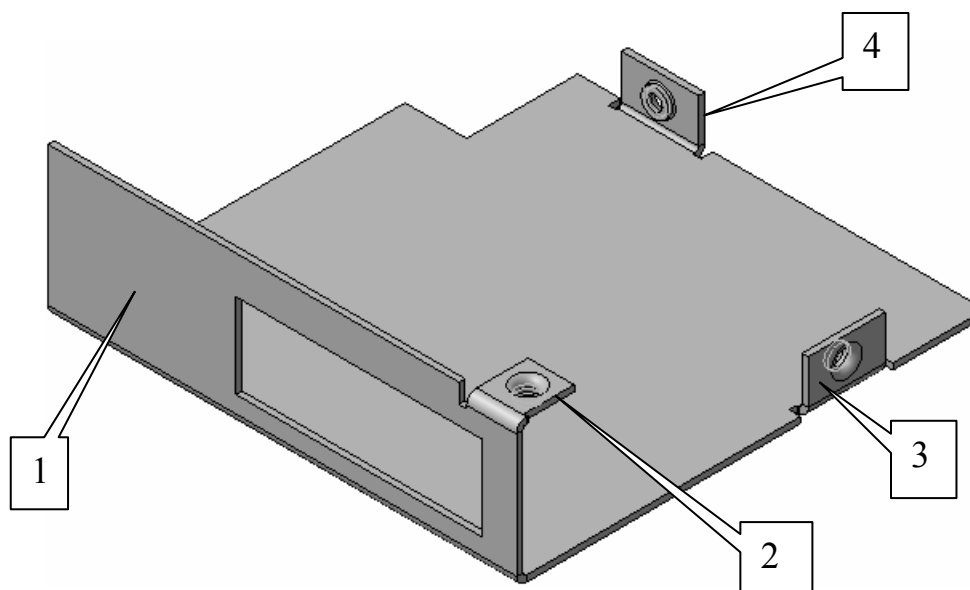
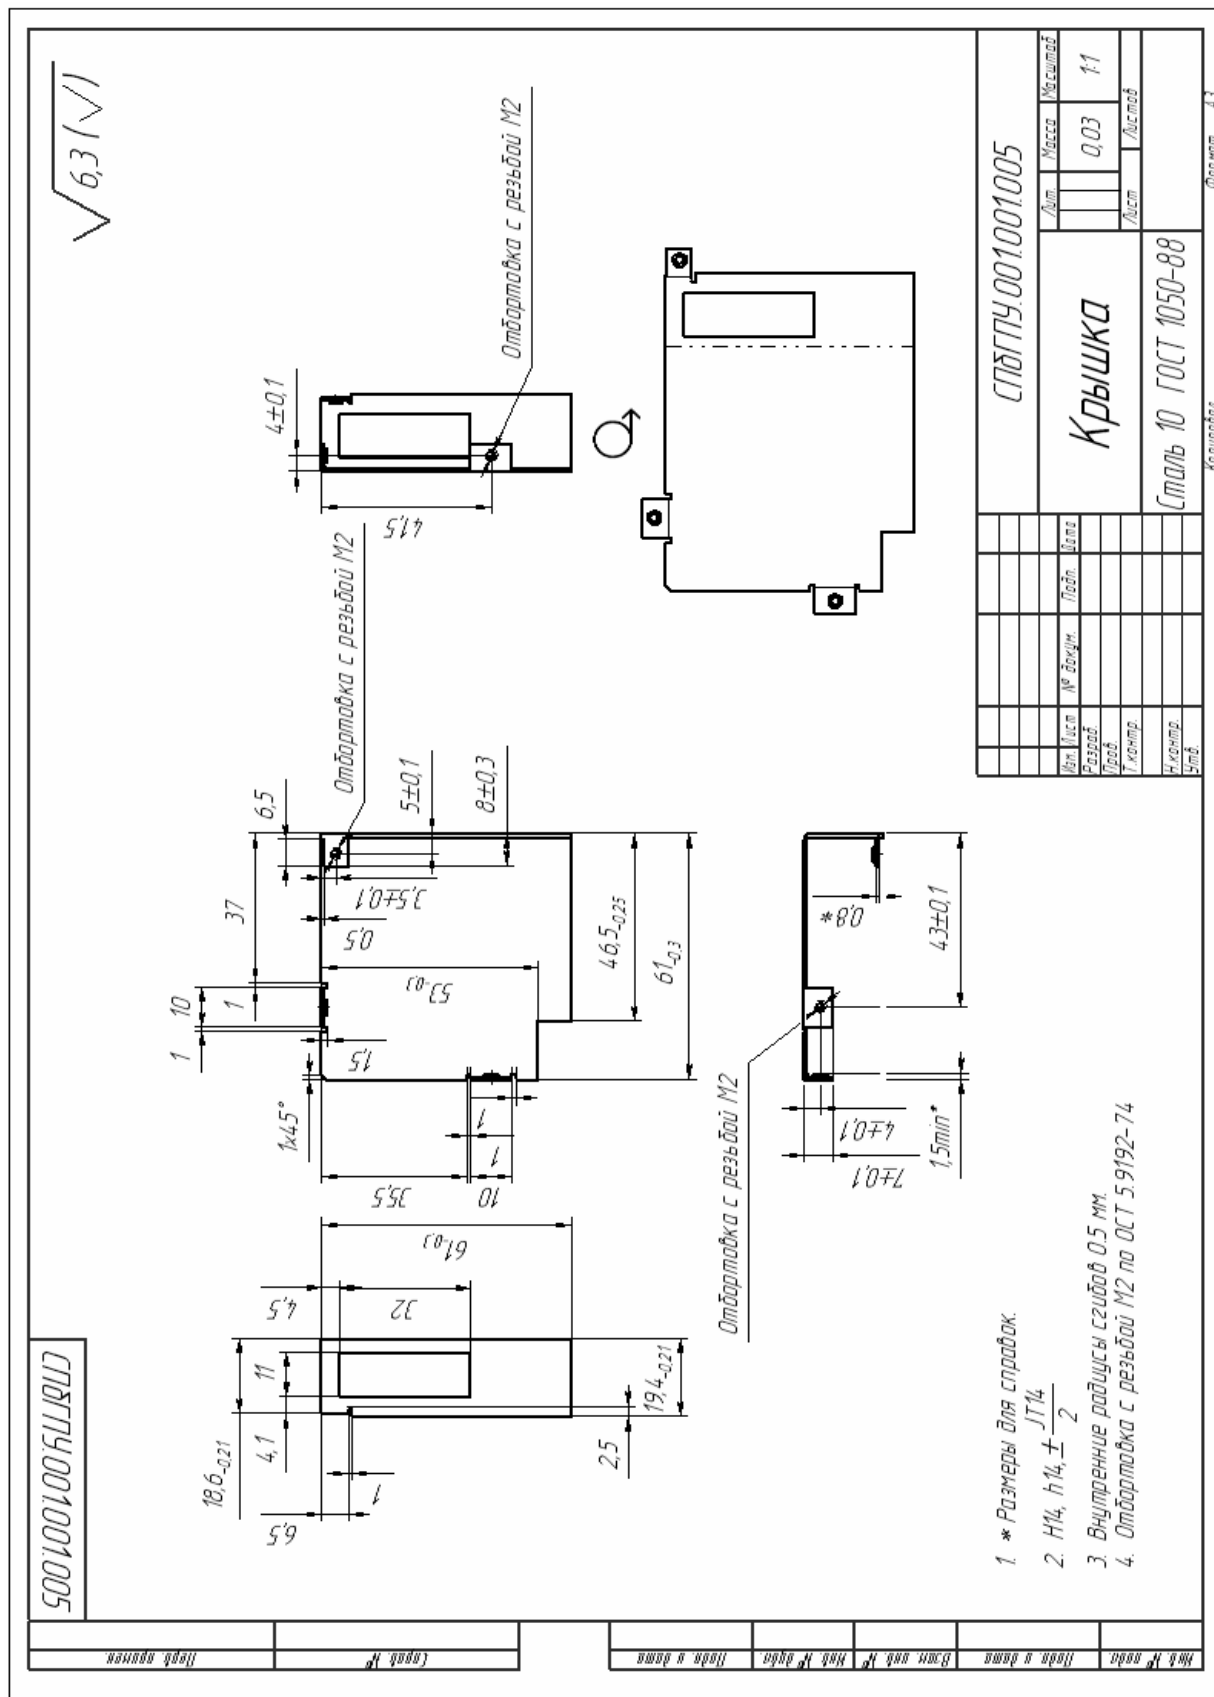

Рис. 7.21. Модель детали Крышка
Рис. 7.22. Чертёж детали Крышка
Создадим трёхмерную модель детали Крышка. На рис. 7.21 представлена трёхмерная модель. На рис. 7.22 — чертёж детали.
9. Для построения сгиба №1 (см. рис.7.21) выделите в окне построения модели ребро длиной 61 мм, не имеющее фаски.